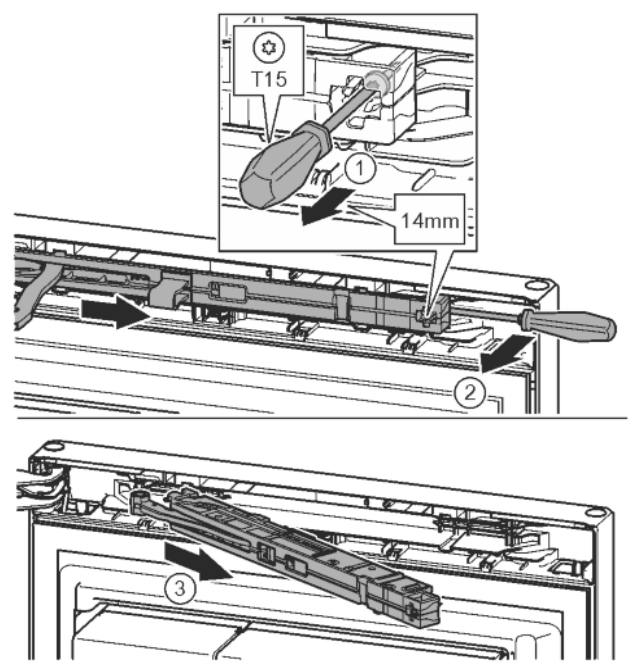

Fig. 11
- Desserrer la vis de l'amortisseur de fermeture de 14 mm environ avec un tournevis T15. Fig. 11 (1)
- Avec un tournevis, accéder à la partie postérieure de l'amortisseur de fermeture du côté de la poignée et faire pivoter en avant. Fig. 11 (2)
- Sortir l'amortisseur de fermeture. Fig. 11 (3)